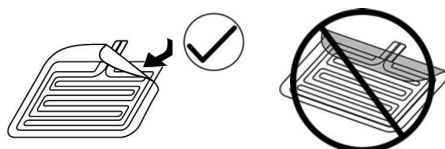

Figure 1 : Retrait du support papier
3. Enlever progressivement le support papier de l'électrode de dispersion en biais, comme illustré à la figure 1. Ne pas abîmer la couche d'hydrogel. Une fois le support papier enlevé, inspecter minutieusement l'électrode pour s'assurer que l'hydrogel ne s'est pas décollé des couches sous-jacentes. Si l'hydrogel s'est décollé, jeter l'électrode.